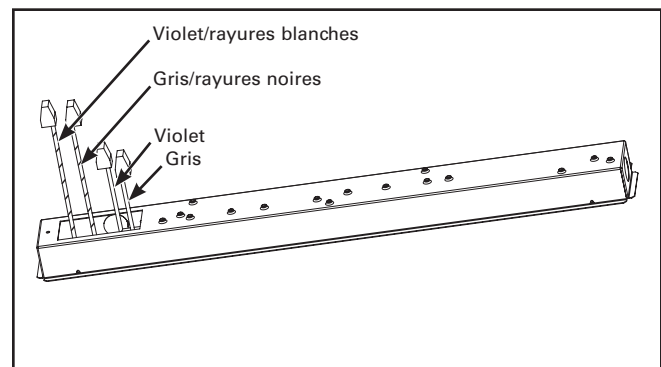

Figure 2.
2. Repérer les quatre fils de contrôle dotés d'écrous capuchons (violet, gris, violet/raies blanches, gris/raies noires). (Figure 2.)
3. Utiliser les écrous capuchons fournis pour raccorder les fils d'entrée violets et gris de 0 à 10 V de la gradation aux fils violets et gris correspondants du luminaire. (Figure 2.)
4. Utiliser les écrous capuchons fournis pour connecter les fils d'entrée de 0 à 10 V de la TC aux fils violets/raies blanches et gris/raies noires du luminaire. (Figure 2.)